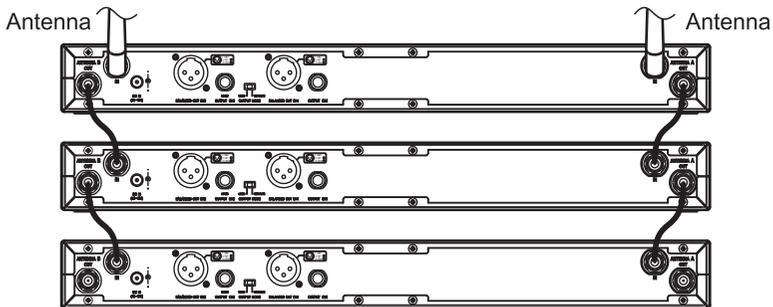

Bild 5
(F) Das Antennensignal wird am Ausgang (12) wieder ausgegeben. Dadurch können bis zu drei Empfänger von einer Antenne gespeist werden. Bild 5.